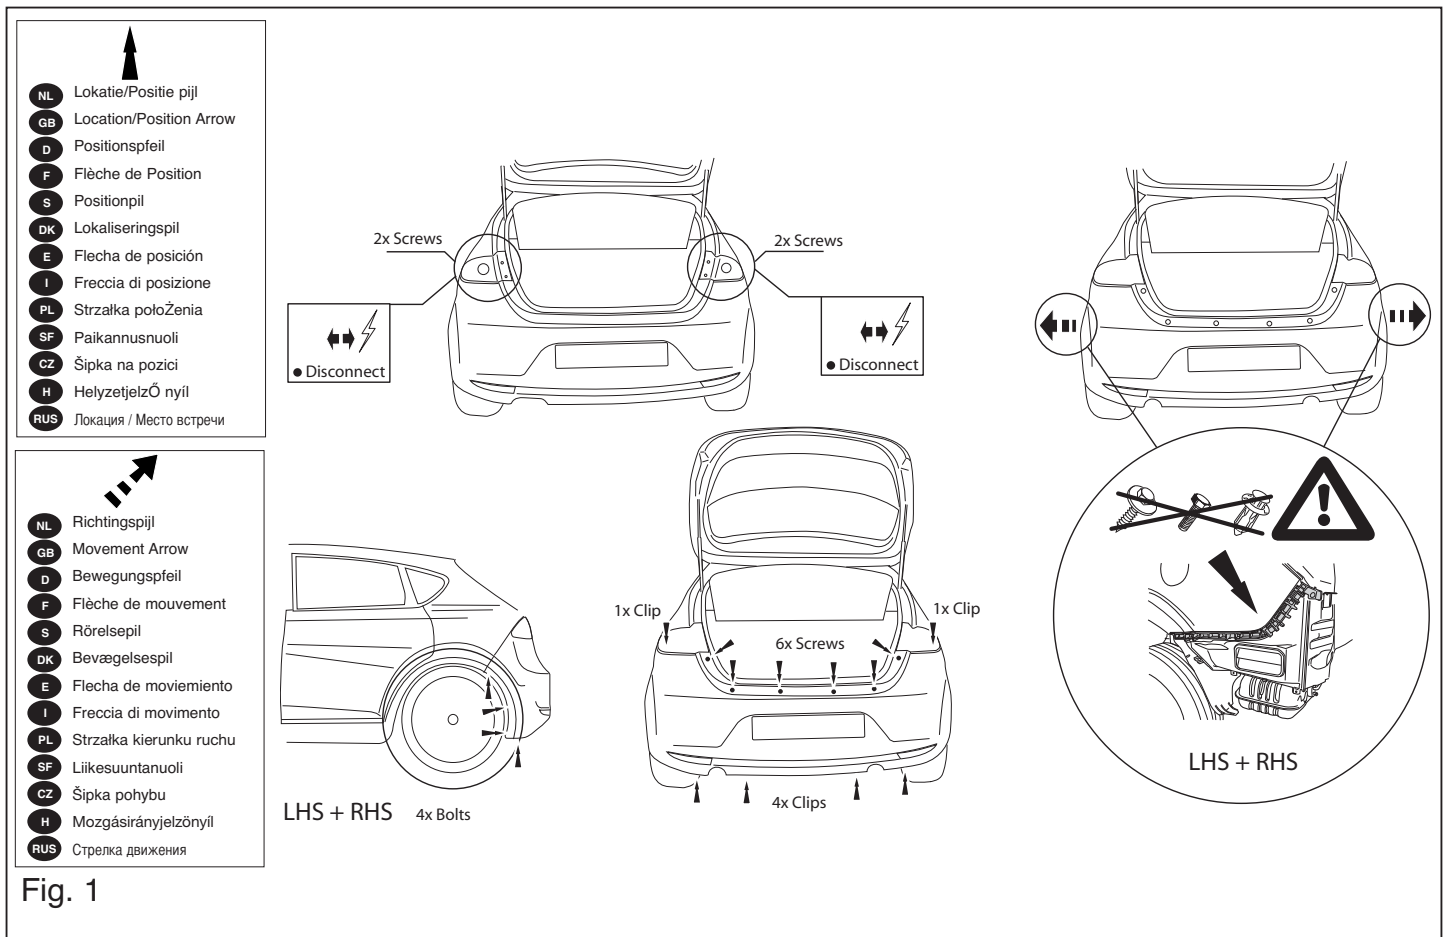

Fig. 1
2. Demonteer de achterlicht units. Zie fig. 1.
3. Demonteer de bumper. Zie fig. 1.
2. Remove the rear-light units. See figure 1.
3. Remove the bumper. See figure 1.
2. Die Rücklichter abmontieren. Siehe Abbildung 1.
3. Die Stoßstange abmontieren. Siehe Abbildung 1.
2 Снять оба блока задних фар. См. рисунок 1.
3 Снять бампер вместе. См. рисунок 1.
2. Démontez les feux arrière. Voir la figure 1.
3. Démontez le pare-chocs. Voir la figure 1.